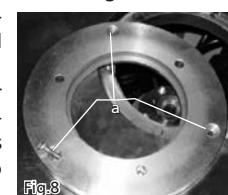

Fig.8
2. Después de quitar los tornillos, usted podrá ver los tres tornillos niveladores del inserto (Fig.8-A).